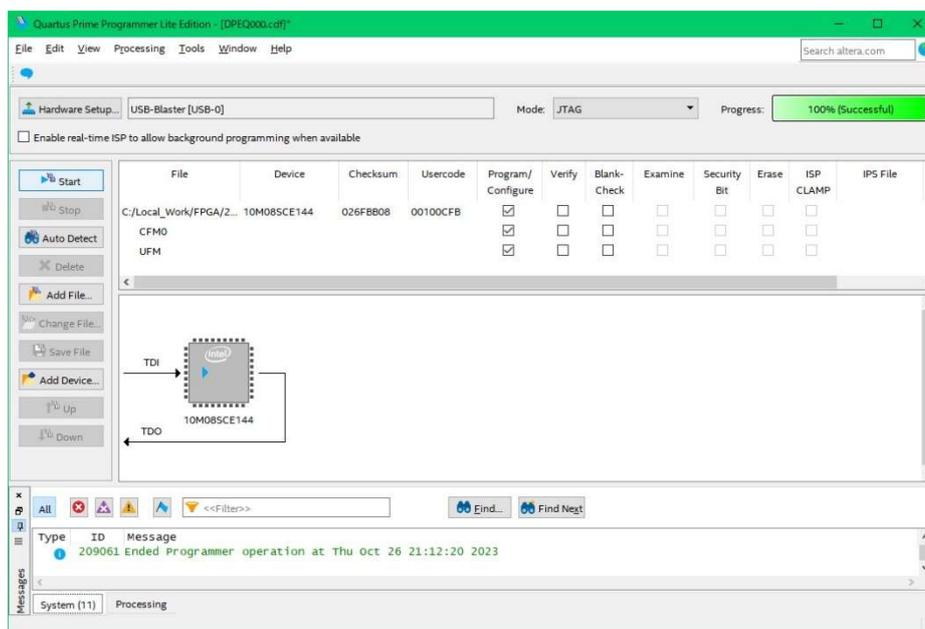

図5. 書き込み完了
⑨左ペイン上の“Start”を押して書き込みます。右上の“Progress”が“100% (Successful)”となれば書き込み完了です (図5)。